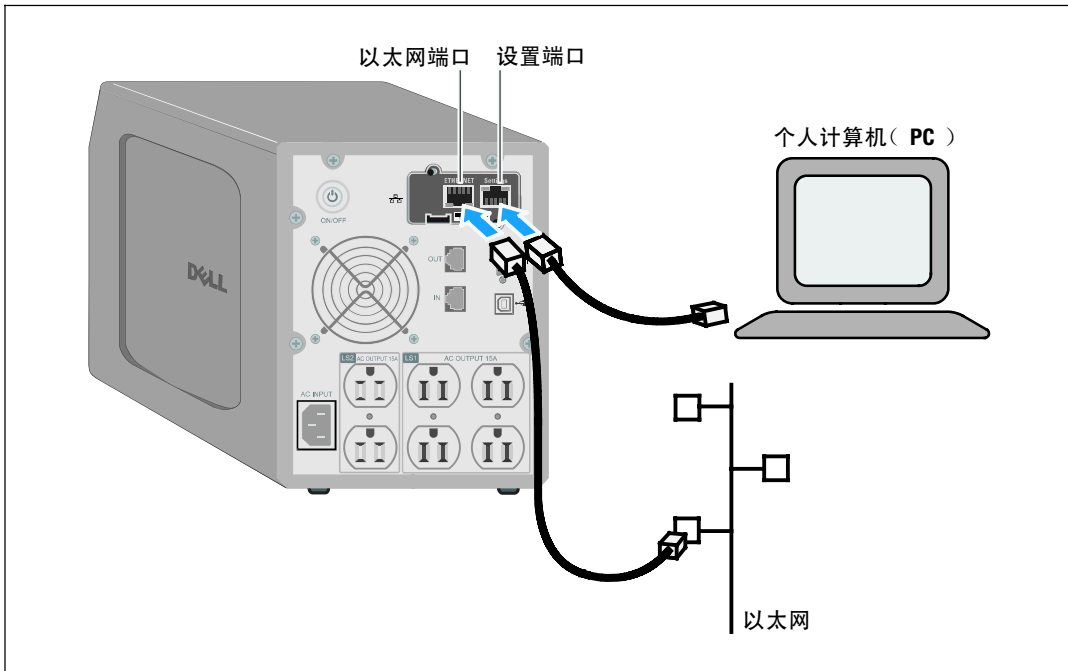

图 5. 连接网络管理卡
- 1 将提供的配置电缆 RJ-45 端插入卡上的设置端口中（请参阅图 5）。
- 3 将有效的以太网网线（未提供）连接到 Dell 网络管理卡上的以太网端口（请参阅图 5）。